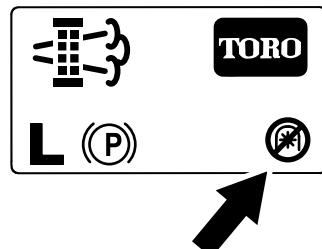

Figure 55
**Remarque:** L'écran d'accueil affiche l'icône de PDF désactivée (Figure 55).
**Remarque:** L'écran d'accueil affiche l'icône de PDF désactivée; voir Figure 55 à la section Messages de régénération en stationnement \(page 52\).